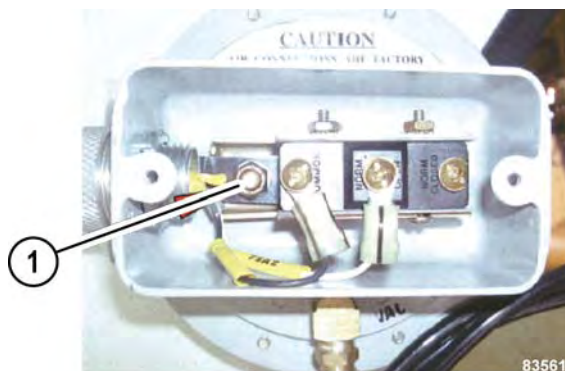

FIGURA 5-3. INTERRUPTOR DE PRESIÓN DEL SOPLADOR
- c. Use una llave con dado de 3/8" para girar la tuerca de ajuste (1, Figura 5-3) para aumentar (hacia la derecha) o disminuir (hacia la izquierda) las rpm a las que se engancha el soplador.